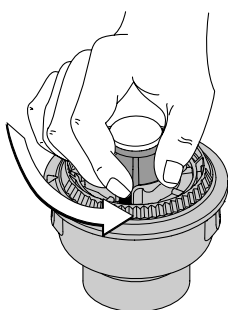

Fig. 22
1. Tenez la bobine extérieure et dévissez le bouton de butée à gauche (Fig. 22).